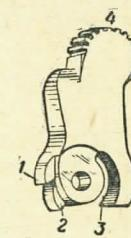

Рис. 62. Курок:
**Курок** (рис. 62) служит для сообщения движения ударнику. Курок имеет: сверху — насечку для взведения курка рукой; внизу — два выступа: верхний — предохранительный взвес, нижний — боев-